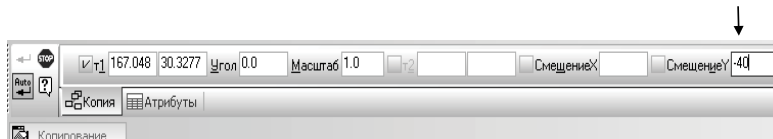

Рис. 86
- Для получения копий на нужном расстоянии от исходной *Горизонтальной прямой* задаются параметры в окне *Смещение Y* (40, 20, 60) (рис. 86).